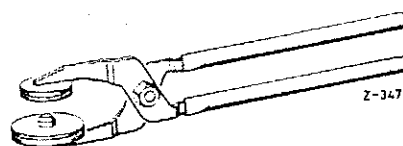

Fig.18-1/4
4. Vervang de rubber pakking (4) van het filterhuis. Bij het monteren van een nieuwe pakking moet erop worden gelet, dat in de groef van het oliefilterhuis onder de pakking geen lucht zit (fig. 18-1/1 + 1/2).